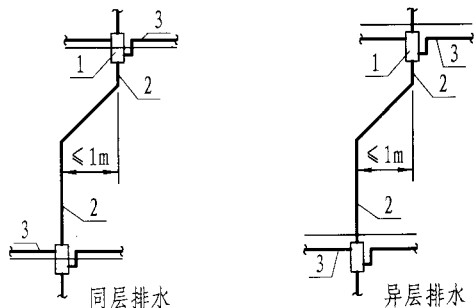

图1 偏置距离 $\leq 1\text{m}$ 时,45°弯头连接方式
1) 偏置距离小于或等于1m时,可如图1所示采用45°弯头连接;